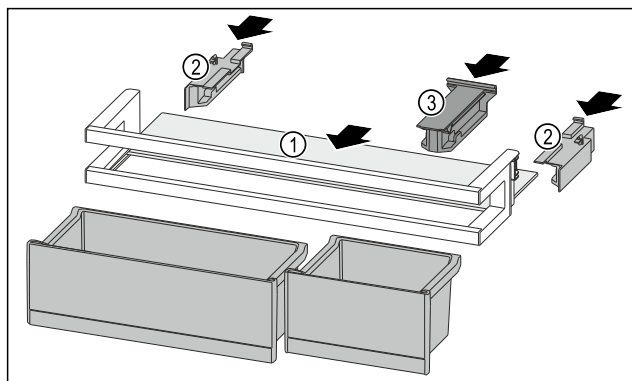

Fig. 95
- Draagplateau Fig. 95 (1) in de zijdelingse inkepingen schuiven.
- Zijdelen Fig. 95 (2) plaatsen.
- Bevestigingsdeel Fig. 95 (3) plaatsen.